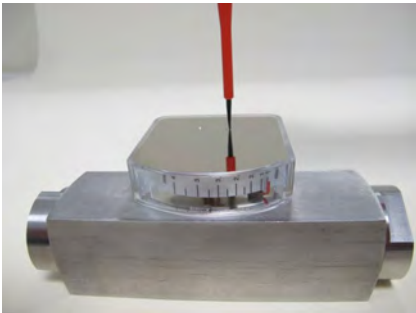

Abb. 64: Befestigungsschrauben der Anzeige-Deckelplatte einschrauben
24. ➤ Befestigungsschrauben der Anzeige-Deckelplatte einschrauben und festziehen (Abb. 64), dabei Schrauben-Anziehdrehmoment (  Kapitel 11.1 „Anziehdrehmomente“ auf Seite 94) beachten